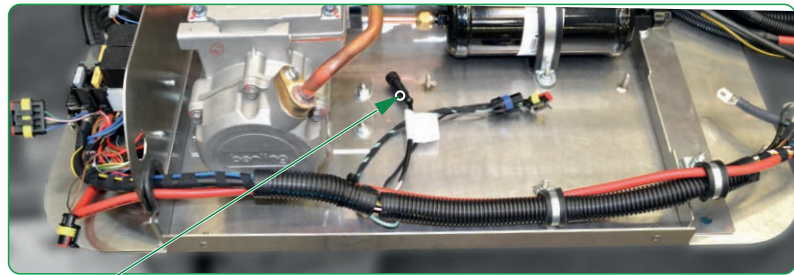
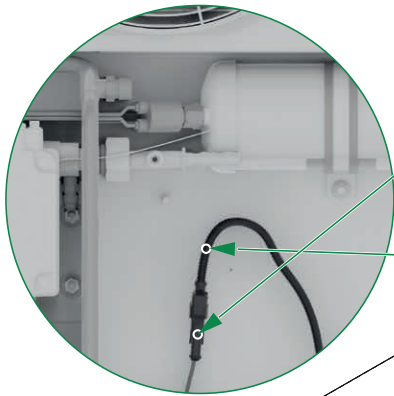
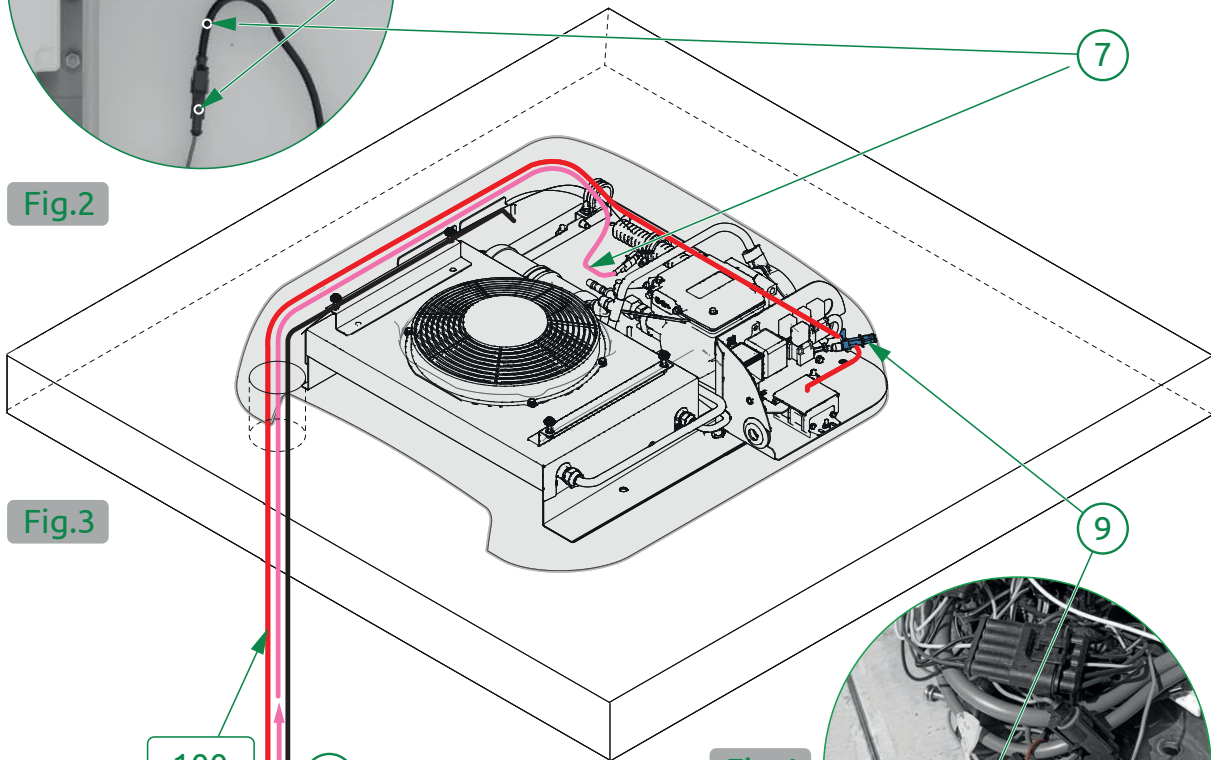
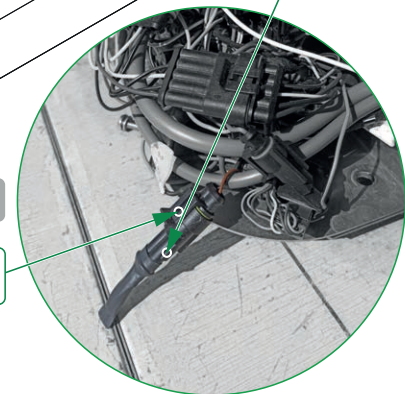

Fig.1
Fig.2
Fig.3
Fig.4
Collegare il cavo +12V di potenza (rosso) proveniente dal condensatore RTR 151E (**Rif.100**) al punto di collegamento (**Fig.5**); successivamente collegare il cavo stand-by (**Rif.7**) alla predisposizione sul condensatore RTR 151E (**Rif.102 - Fig.1 - Fig.2 - Fig.3**).
Collegare il circuito di controllo del compressore (**Rif.9**) (fornito nel sacchetto accessori - **Rif.8**) al connettore di predisposizione (**Rif.101**) presente sul condensatore (**Fig.3 - Fig.4**).
*Connect the +12V power cable (red) coming from the RTR 151E condenser (**Ref.100**) to the connection point (**Fig.5**); then connect the stand-by signal wiring (**Ref.7**) to the RTR 151E condenser connector (**Ref.102 - Fig.1 - Fig.2 - Fig.3**).*
*Connect the compressor control circuit (**Ref.9**) (supplied in the accessory set - **Ref.8**) to the prearranged connector (**Ref.101**) on the condenser (**Fig.3 - Fig.4**).*